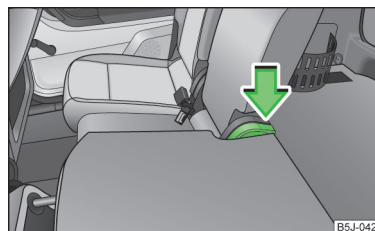

Abb. 59
- › Den Hebel » Abb. 59 drücken und die Sitzlehne zurückklappen. Durch Ziehen sicherstellen, dass die Sitzlehne eingerastet ist.